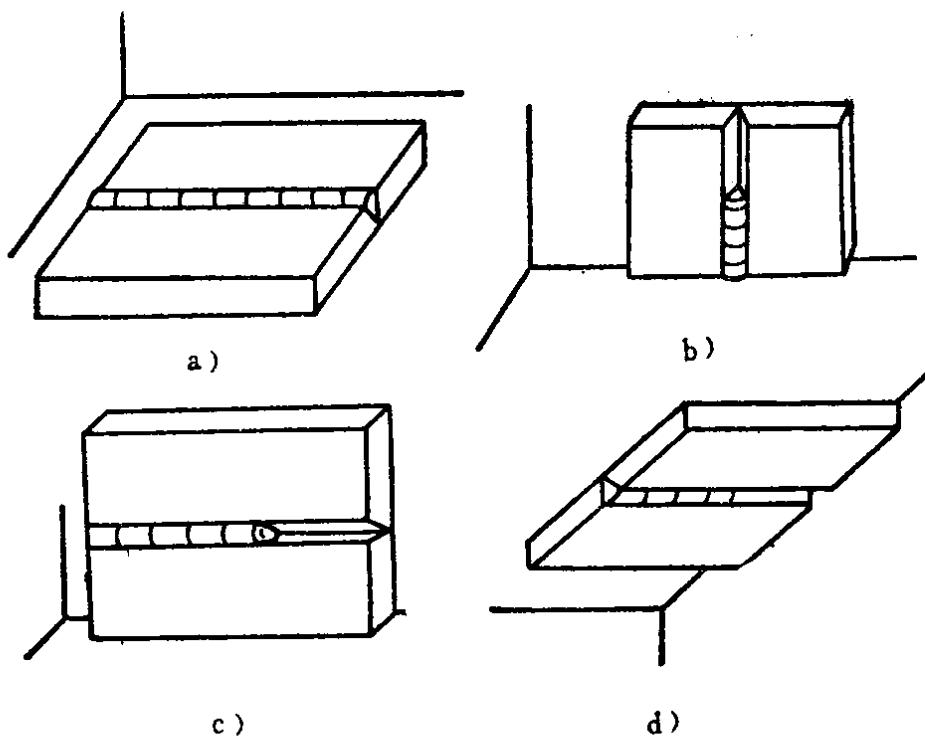

图1-1 各种空间位置的焊缝
(1) 按焊缝在空间的位置分，可分为平焊缝、立焊缝、横焊缝及仰焊缝四种形式，如图1-1所示。